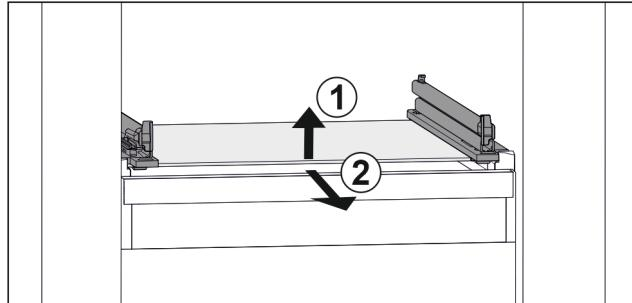

Fig. 102 Примерно изображение на стъклената плоча
- Повдигнете стъклената плоча отпред. Fig. 102 (1)
- Извадете стъклената плоча напред. Fig. 102 (2)